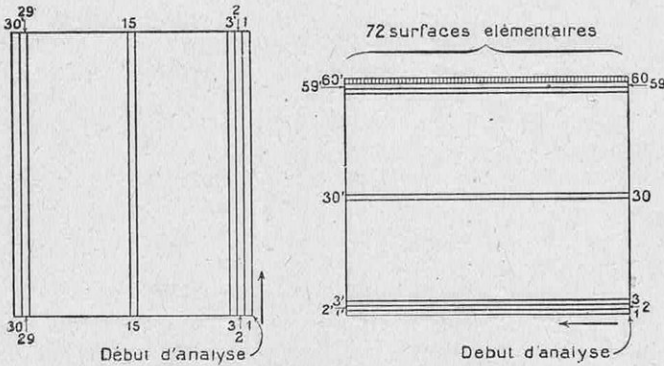

FIG. 1. — L'EXPLORATION DE L'IMAGE EST L'OPÉRATION FONDAMENTALE DE LA TÉLÉVISION
Une des grandes difficultés à laquelle se heurte la télévision pratique est l'impossibilité de transmettre les images suffisamment détaillées par les stations ordinaires de diffusion (1). On sait, en effet, qu'en l'état actuel de la télévision, l'image est explorée, point par point, par une cellule photoélectrique (2). Le « regard » de la cellule parcourt cette image bande par bande, en commençant, par exemple (fig. 1), par la bande 1-1' et continuant ensuite par 2-2', 3-3', etc. Après avoir parcouru toute la surface, la
(1) Voir *La Science et la Vie*, n° 156, page 443.
(2) Voir *La Science et la Vie*, n° 162, page 441.
procédé va-t-il nous conduire ? Supposons que l'image à téléviser présente la forme d'un rectangle dont le rapport des côtés soit de 5 à 6 (fig. 1). Par le jeu de la prospection, on le divise en 4.320 surfaces élémentaires, dont l'éclairage peut différer. Balayées vingt fois par seconde, ces petites surfaces élémentaires agissent sur la cellule photoélectrique et produisent un courant variable présentant $4.320 \times 20 = 86.400$ variations par seconde, c'est-à-dire une fréquence de 43 kilocycles par seconde. Nous sommes loin des 10 kilocycles autorisés et, pourtant, certains cher-